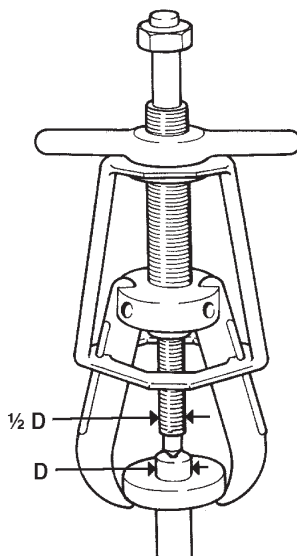

Рис. 2. Соотношение размера центрального болта и диаметра вала
- Диаметр центрального болта механического съемника должен быть не менее половины диаметра вала, с которого требуется демонтировать деталь. (См. рис. 2.)